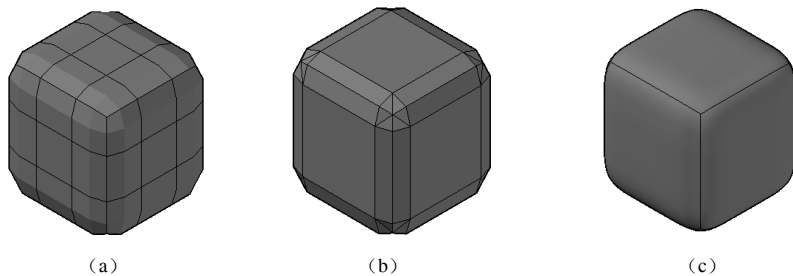

图 8-44 网格对象转换为实体
- 在菜单区选择“修改→网格编辑→转换为具有镶嵌面的实体”命令，选择网格对象，按“Enter”键进行选择，将共面的面合并为单个平面，对不共面的面的边进行锐化或设置角度，如图 8-44 (b) 所示是由图 8-44 (a) 转换后的结果。
- 在菜单区选择“修改→网格编辑→转换为平滑实体”命令，选择网格对象，按“Enter”键进行选择，将共面的面合并为单个面，对不共面的边进行调整，如图 8-44（c）为图 8-44（a）的转换结果。